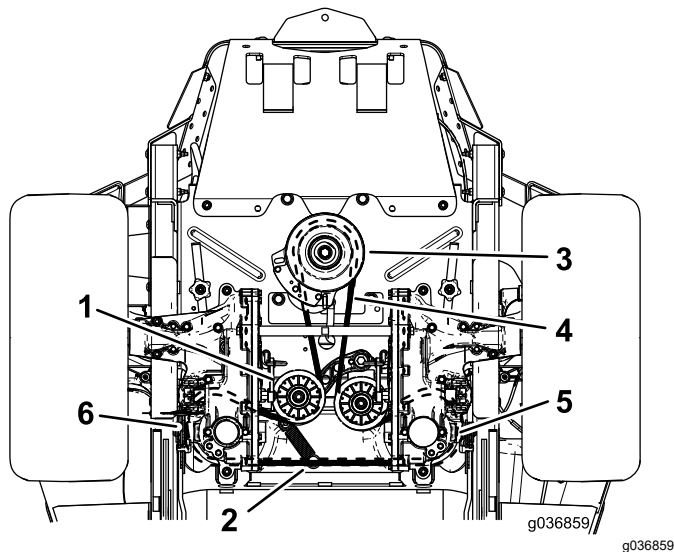

Рисунок 64
6. Снимите пружину натяжного шкива со штыря (Рисунок 64).
8. Проложите новый ремень вокруг шкива двигателя и 2 шкивов гидравлических насосов (Рисунок 64).